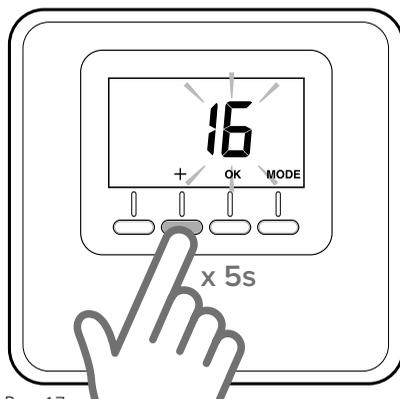

Рис. 17
- Нажмите и удерживайте в течение 5 секунд кнопку «+» на регуляторе температуры в помещении (Рис. 17). На дисплее попеременно отображаются версия программного обеспечения и код модификации.